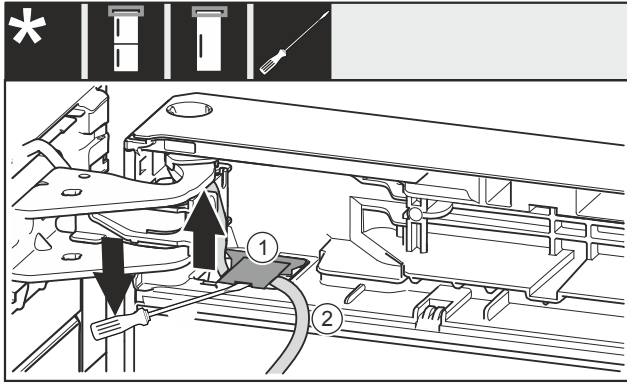

Fig. 21
- Avec un tournevis plat, soulever le cache Fig. 21 (1) et le retirer.
- Retirer le câble Fig. 21 (2).